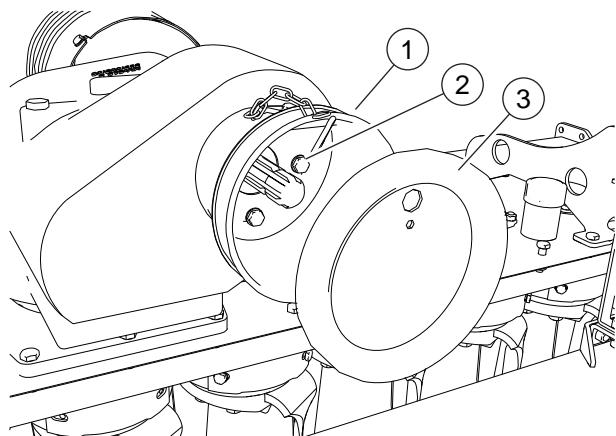

FIG. 13
- Posicionar la protección (1, "Fig. 13"). Enroscar los tornillos (2). Instalar la tapa (3).